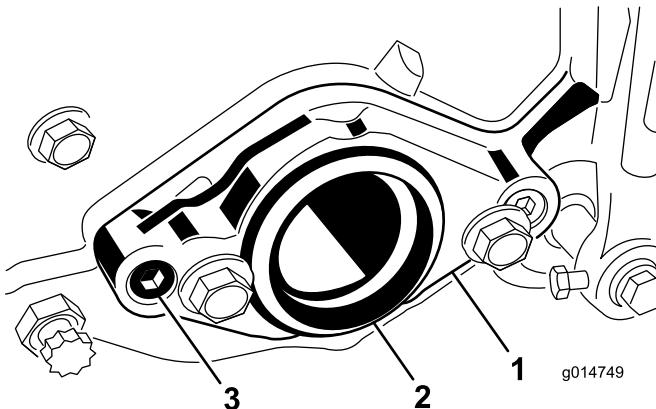

Figura 8
2. Na extremidade direita da unidade de corte, retire o tampão de plástico da caixa de rolamentos (Figura 8).
3. Remova os (2) parafusos de cabeça allen que prendem a montagem do motor à extremidade direita da unidade de corte. Remova a montagem do motor (Figura 8).
6. Instale a montagem de motor na extremidade esquerda da unidade de corte com os (2) parafusos de cabeça allen previamente retirados Figura 8. Aperte os parafusos a 16-20 Nm.